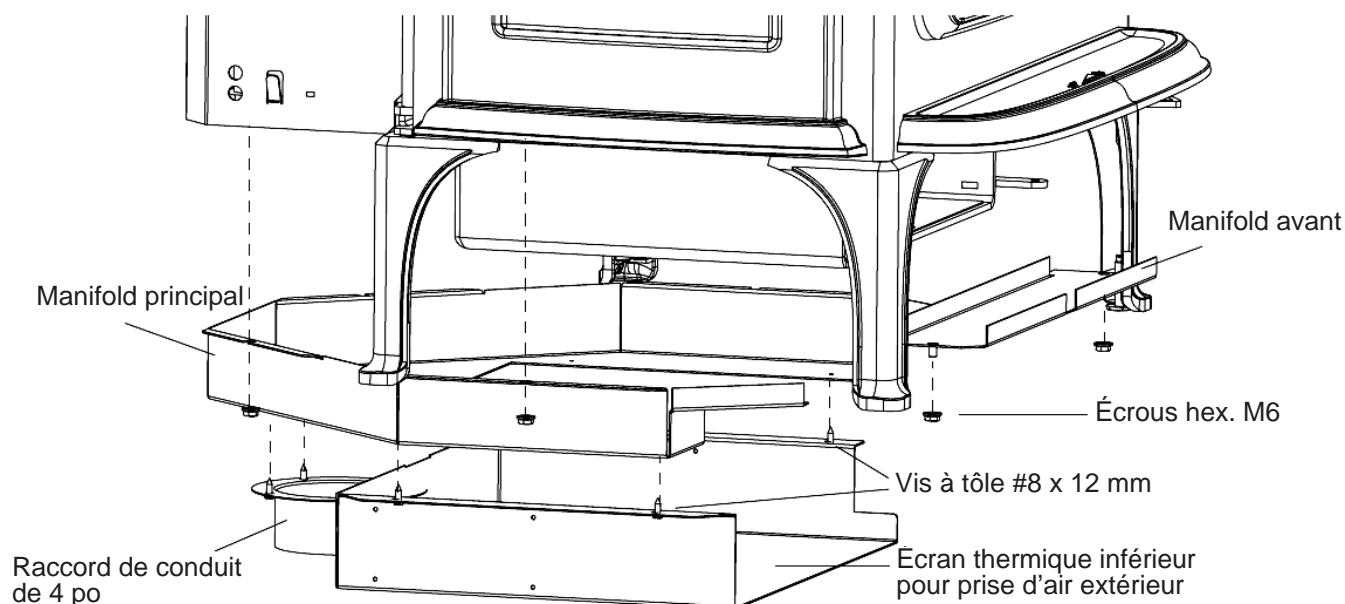

Figure 21. Identification et positionnement des pièces du kit de prise d'air extérieur.
- Collets de serrage pour conduit de 4 po (2)
1. Installez le manifold avant tel que montré aux Fig. 21 et 22. Fixez en place au-dessus du compartiment à cendres, entre les pattes avant du poêle.